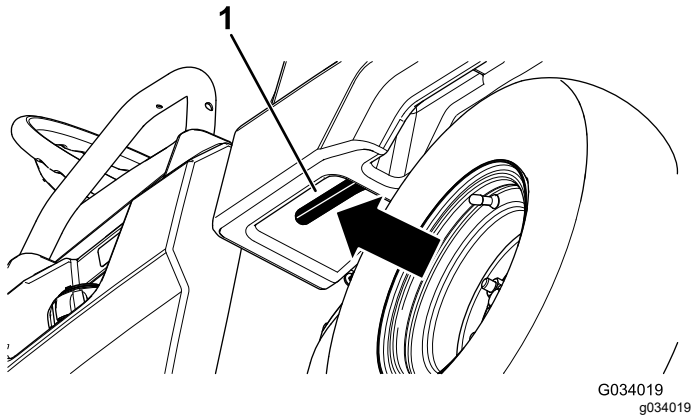

Figure 13
1. Tirez vers vous le levier du côté intérieur gauche du plateau de chargement et levez le plateau (Figure 13).
1. Levez légèrement le plateau en soulevant le levier de verrouillage (Figure 13).